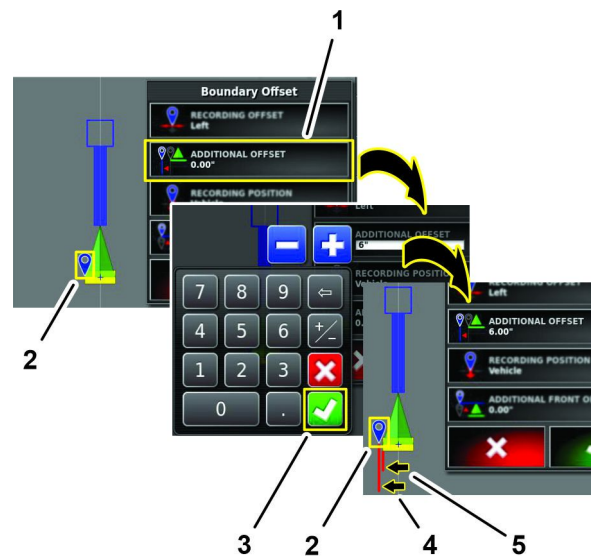

Figure 199
1. Appuyez sur l'icône DÉCALAGE ADDITIONNEL (Figure 199).
2. Avec le clavier virtuel, saisissez la distance de décalage latéral et appuyez sur l'icône de confirmation (Figure 199).